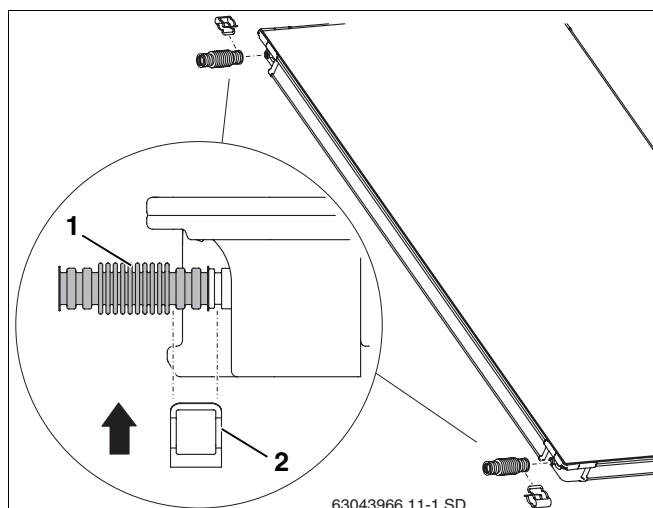

Fig. 48 Montaggio del tubo di raccordo sul primo collettore
- Inserire i tubi di raccordo (fig. 48, **pos. 1**) sugli attacchi di sinistra del primo collettore fino alla battuta.
- Assicurare la tenuta del raccordo con la clip di fissaggio (fig. 48, **pos. 2**).